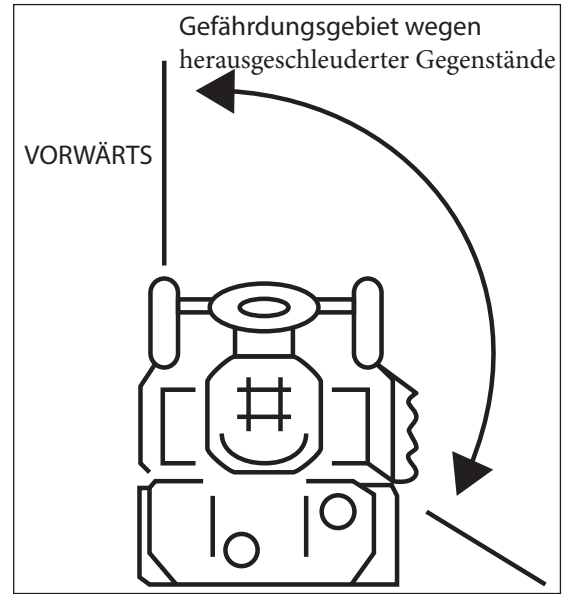

Abb. 8
**Vergewissern Sie sich, dass sich keine Personen im Mähpfad und insbesondere im Bereich der herausgeschleuderten Gegenstände befinden (Abb. 8). Halten Sie die Maschine sofort an, wenn Sie auf einen Gegenstand treffen. Lassen Sie die Maschine abkühlen und befreien Sie sie von Staub und Verunreinigungen. Überprüfen Sie die Maschine oder bitten Sie Ihren Händler zu überprüfen, ob die Maschine nicht beschädigt ist.**